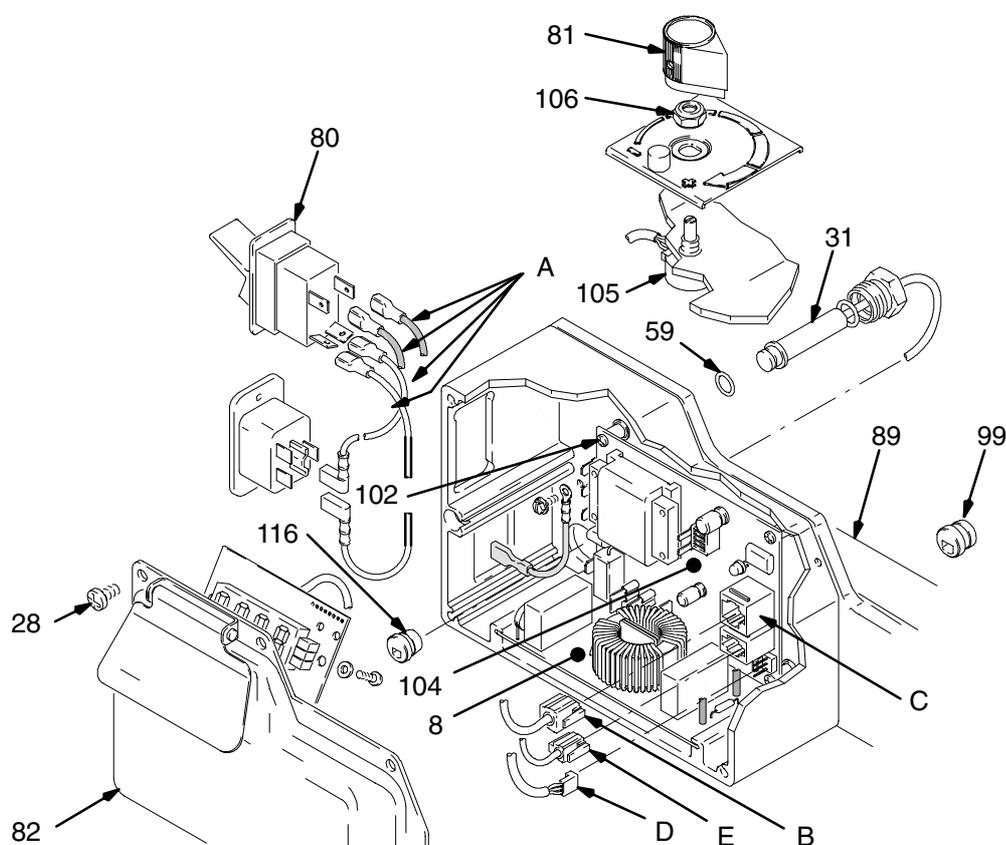

Fig. 7
3. Fig. 7. Enlever le capot de la régulation de pression (82).
4. Débrancher le connecteur d'affichage (B) de la prise (C)
5. Débrancher les quatre fils (A) de l'interrupteur MARCHÉ/ARRÊT (80).
6. Appuyer sur les deux ergots de chaque côté de l'interrupteur MARCHÉ/ARRÊT (80) et le démonter.
7. Monter un nouvel interrupteur MARCHÉ/ARRÊT (80) en veillant à ce que les deux ergots s'emboîtent bien à l'intérieur du boîtier de la régulation de pression.
8. Brancher les quatre fils (A) sur l'interrupteur MARCHÉ/ARRÊT.
9. Brancher le connecteur d'affichage (B) sur la prise (C).
10. Mettre le capot de la régulation de pression (82).
2. Fig. 7. Retirer les cinq vis (28) et le capot (82).
1. Fig. 7. Fixer la carte de commande du moteur (104) avec quatre vis (102).
2. Brancher sur la carte de commande du moteur (104):
- Fil (E) vers capteur.
- Fil (D) vers potentiomètre.
- Carte du filtre (8).
2. Enlever les cinq vis (28) et le capot (82). Voir Fig. 7.
3. Débrancher le fil (E) de la carte de commande moteur (104).
4. Enlever la douille de détente (116).
5. Enlever le capteur de pression (31) et le joint torique (59) du panneau de commande (89).
1. Fig. 7. Placer le joint torique (59) et le capteur de pression (31) sur le panneau de commande (89). Serrer à 40,7-47,5 N.m.
2. Monter la douille de détente (116).
3. Brancher le fil (E) sur la carte de commande du moteur (104).
4. Fixer le capot (82) avec cinq vis (28).
3. Débrancher le fil (D) de la carte de commande du moteur (104).
4. Enlever le bouton du potentiomètre (81), l'écrou d'étanchéité de l'arbre (106) et le potentiomètre de pression (105).
1. Fig. 7. Monter le potentiomètre de pression (105), l'écrou d'étanchéité de l'arbre (106) et le bouton du potentiomètre (81).
2. Brancher le fil (D) sur la carte de commande du moteur (104).
3. Fixer le capot (82) avec cinq vis (28).